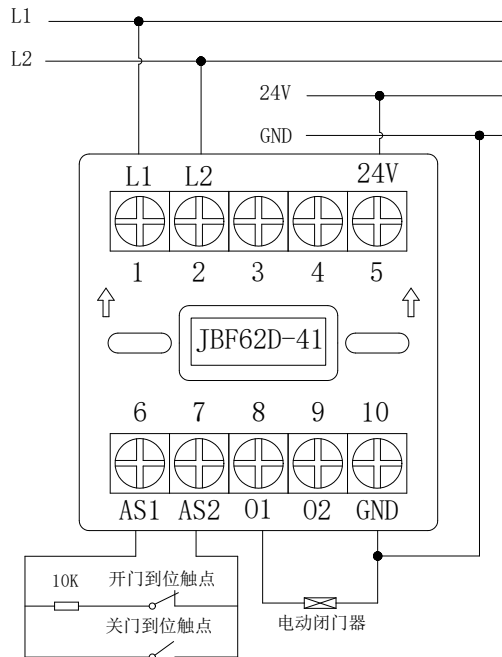

图 3 接线示意图
- ◆ 持续输出 DC24V：O1(端子 8)、GND（端子 10）：接被控设备。模块正常监视时，O1 端持续输出 DC24V，启动后，O1 端停止输出 24V。接线方式见图 3。